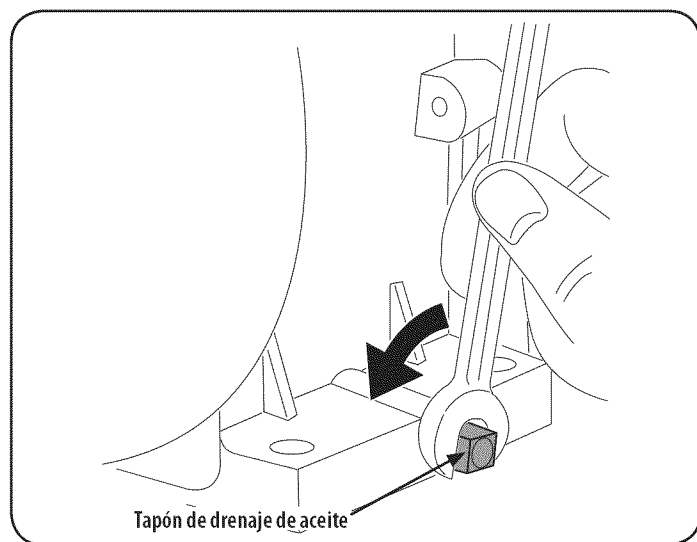

Figura 14
4. Retire el tapón de vaciado, la Figura 14.